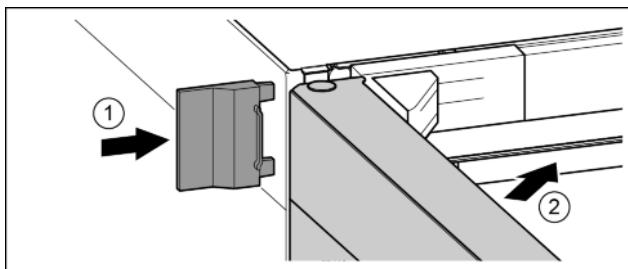

Fig. 23
- Vnější kryt nasuňte. Fig. 23 (1)
- Zavřete horní dveře. Fig. 23 (2)